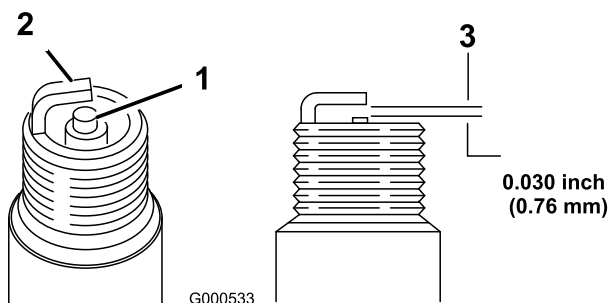

Figura 51
1. Mire la parte central de las bujías (Figura 51).
2. Compruebe la separación entre los electrodos central y lateral (Figura 51) y doble el electrodo lateral si la separación no es correcta.